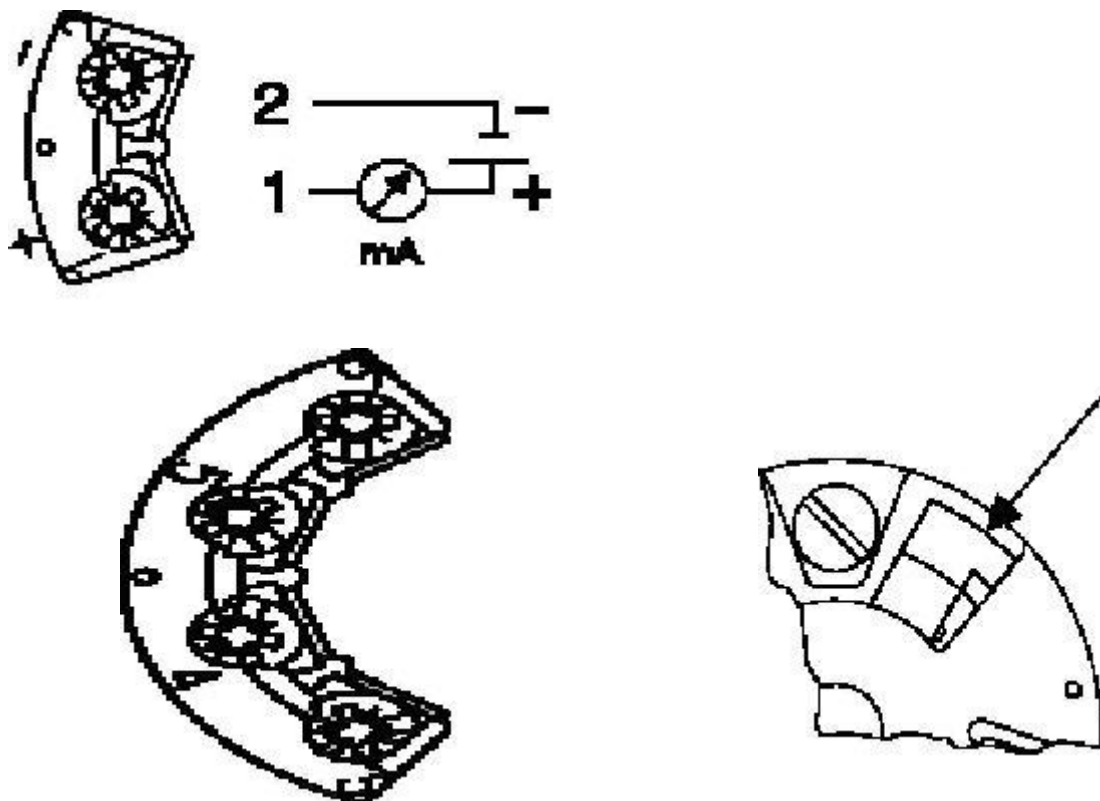

Рисунок 1 – Клеммы для подключения питающего напряжения, выходного и входного сигнала. Разъем для подключения ПК.
3.2 С фронтальной стороны расположены клеммы для подключения входных и выходных сигналов и разъем для подключения к ПК (смотри рисунок 1).